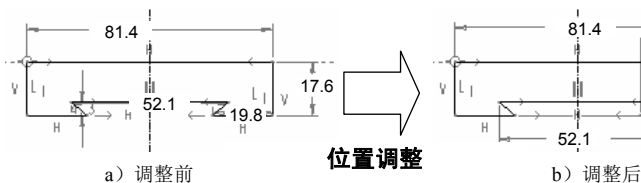

图 5.2.31 尺寸位置调整
③ 选中  按钮中的  复选框，显示尺寸，并将草图的尺寸移动至适当的位置，如图 5.2.31 所示。
④ 将符合设计意图的“弱”尺寸转换为“强”尺寸。